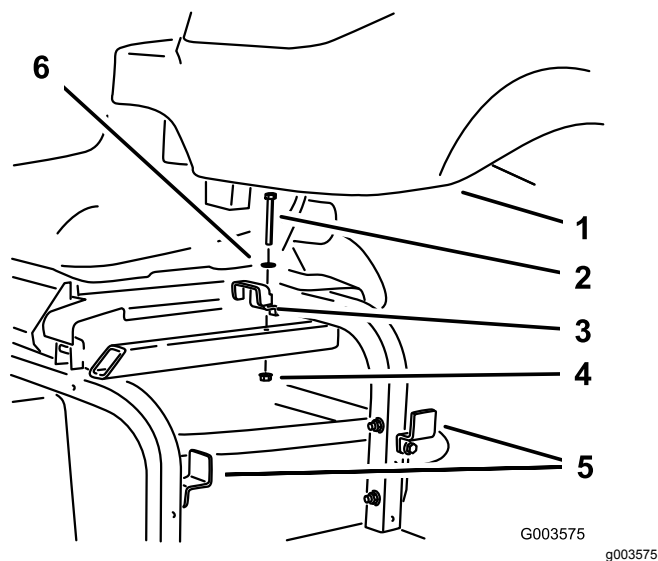

図 24
2. 油圧オイルタンクをフレームに取り付け、これを先ほど取り外したブラケットとゆるめてあったブラケットで固定する 図 24。